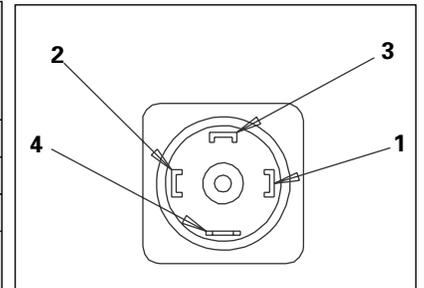

Figura 2
3. I terminali dei fili dell'interruttore sono numerati su ciascun connettore della spina DIN. Fare riferimento alla figura 2 per i collegamenti.